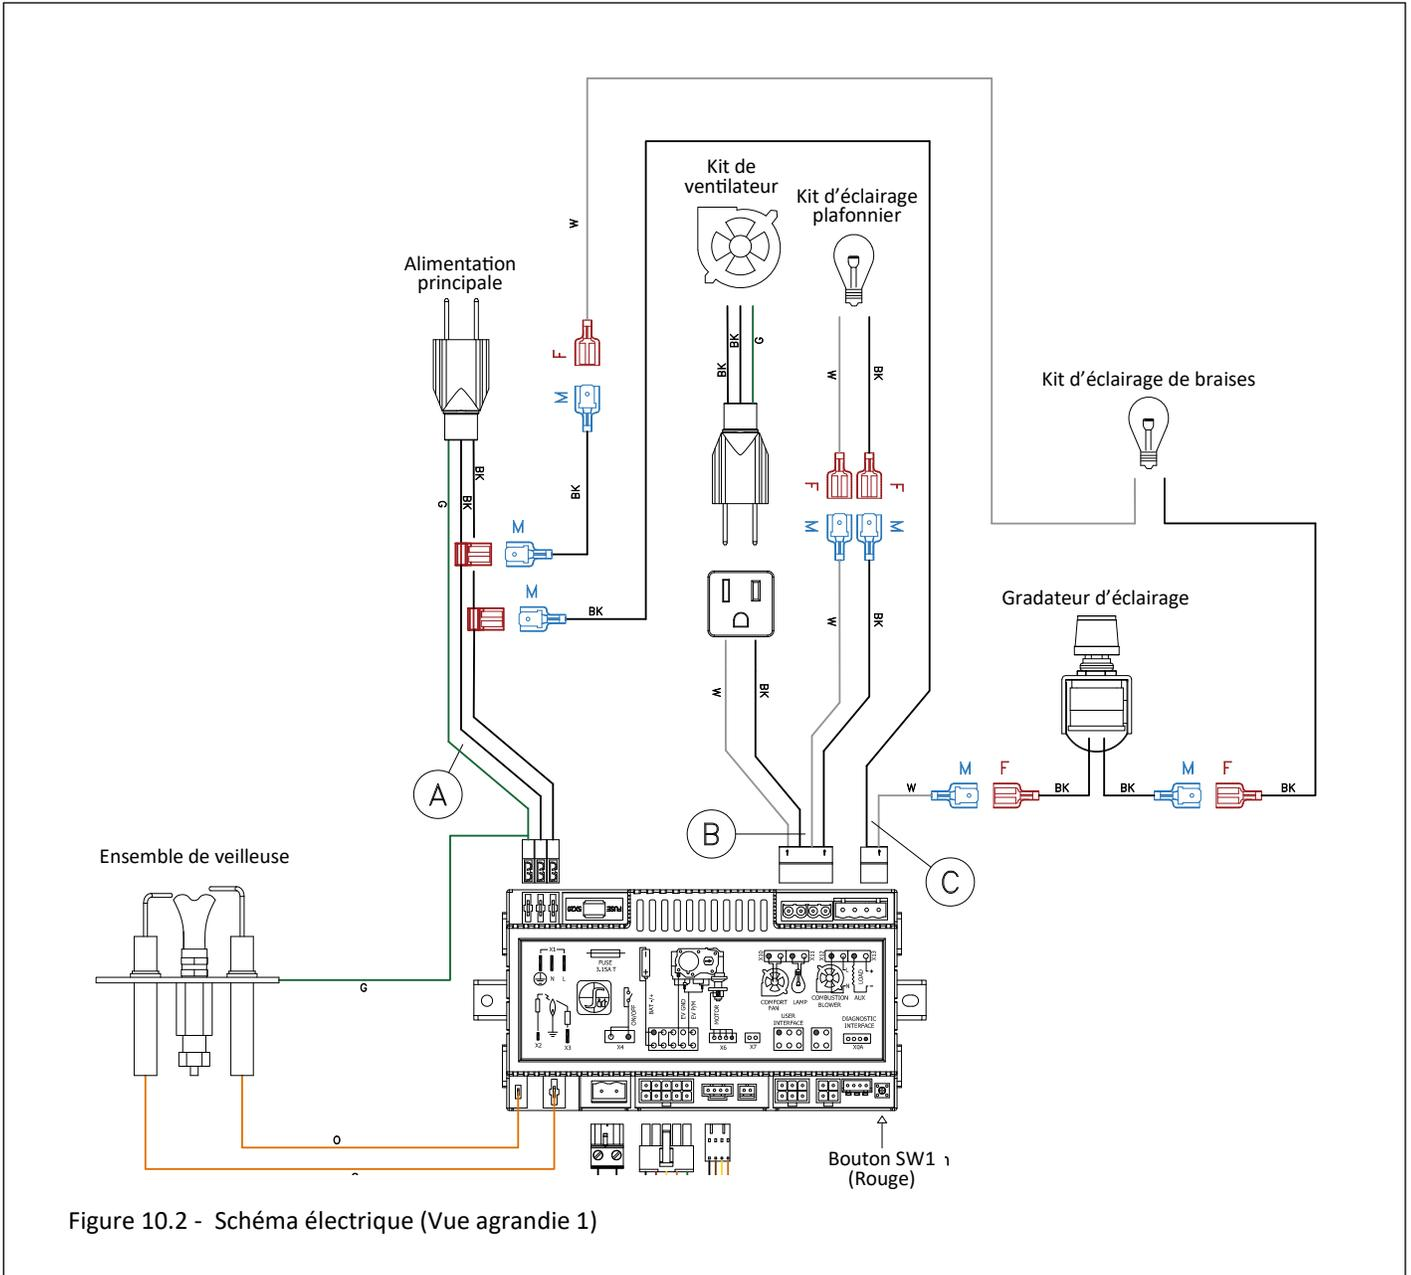

Figure 10.2 - Schéma électrique (Vue agrandie 1)
- La Figure 10.2 montre une vue agrandie du schéma de câblage. Cette figure montre le cordon d'alimentation électrique principale, le kit de ventilateur en option, le kit d'éclairage plafonnier, kit d'éclairage de braises et l'ensemble de veilleuse.